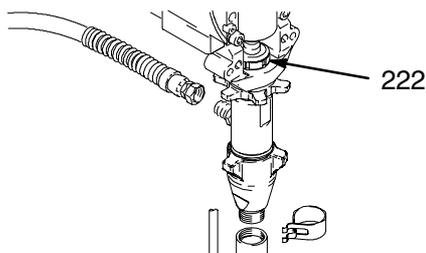

Fig. 11
1. Rinçage de la pompe. Décompresser. Fig. 11. Amener la tige de piston (222) de la pompe en fin de course inférieure.
2. Fig. 11. Dévisser le tube d'aspiration et le flexible de la pompe.